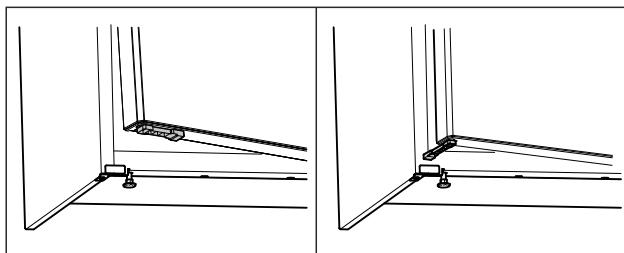

Fig. 59 *
- ▶ Vrid dörröppningsbegränsare i 90°. (se Fig. 59) *